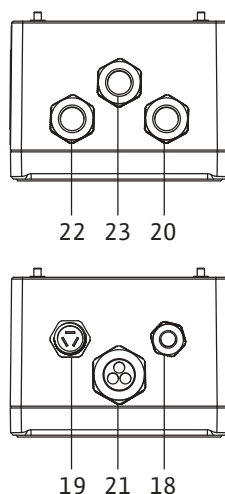

Fig. 20: Kabelinvoeren
2. Draai de schroefverbinding 19 (Fig. 20) van het regelsysteem los.